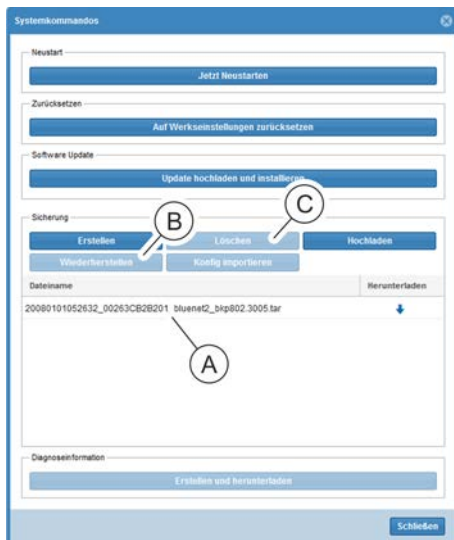

Abb. 258: Fenster "Systemkommandos"
2. Im Feld "Dateiname" eine Sicherung auswählen (Abb. 258/Ⓐ) und über die Schaltfläche „Wiederherstellen“ gespeicherte Sicherung wiederherstellen (Abb. 258/Ⓑ).
i Über die Schaltfläche „Löschen“ (Abb. 258/Ⓒ) lässt sich eine ausgewählte Sicherung löschen.